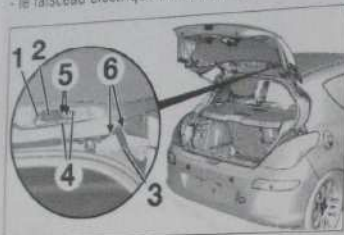

Fig. 170
- la vis (1) (Fig. 170).
- Débrancher les connecteurs en (5).
- Déposer le boîtier antenne autoradio (2).
- le passe-gaine (3) en (6),
- le faisceau électrique (4) du passe-gaine (3).